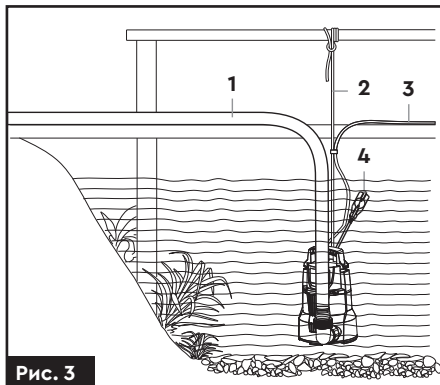

Рис. 3
- › В якості напірного трубопроводу рекомендується використовувати гумовий шланг або трубу з синтетичних волокон **(1) (рис. 3)**.
- › Внутрішній діаметр напірного трубопроводу **(1) (рис. 3)** має бути не менше діаметру вихідного патрубку насоса.
- › Допускається варіант використання насоса у водоймі у підвищеному стані за допомогою страховального тросу **(2) (рис. 3)**, що повинен бути під'єднаний до верхньої ручки насоса. Страховальний трос повинен бути виготовлений з некордуючих матеріалів, наприклад, з синтетичних волокон або оцинкованих та нержавіючих сталей.
- › Кріпите кабель електроживлення **(3) (рис. 3)** до подаючої напірної труби або запобіжного троса за допомогою затискних хомутів.